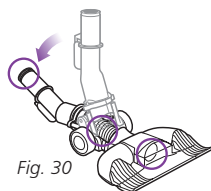

Fig. 30
- Redressez le col et regardez à l'intérieur du tube au-dessus de l'embout. Inspectez pour voir s'il se trouve des obstructions là où le tuyau se plie et dans l'ouverture d'admission. (Fig. 30)